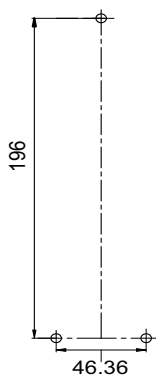

Рис. 1
1. Прикрепите устройство AXIS T8123-E/T8124-E тремя винтами. См. рис. 1 (отверстия для винтов отмечены цифрами 1, 2 и 3).